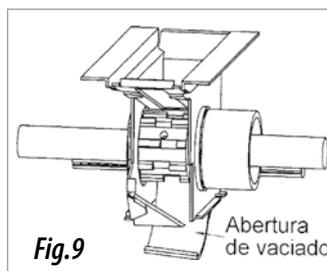

Fig. 9
- Svuotare il seme dalla tramoggia nel vassoio, aprendo totalmente gli sportelli (fig. 9).